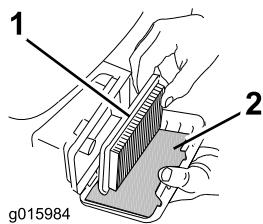

Figura 25
- Retire el filtro de aire de papel y el pre-filtro de gomaespuma (Figura 25).